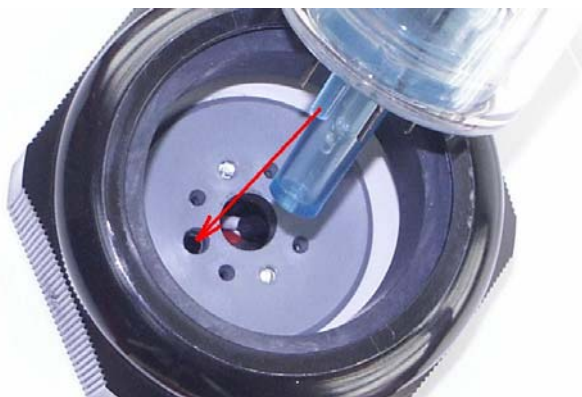

Fig. 1: Positionnement du tube
- Positionner le tube à la verticale, tout en vérifiant l'orientation des broches et de la broche de codage ! (cf. fig. 1).